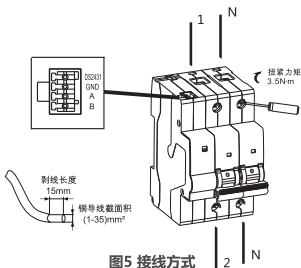

图5 接线方式
6.4 适用于铜导线连接，导线选择见表1，接线方式及剥线长度示意如下图5。